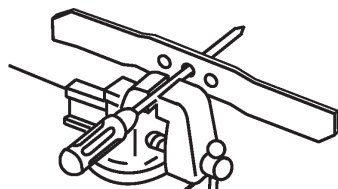

Abbildung 25
- Die Balance des Schnittmessers überprüfen, indem das mittlere Loch des Messers über einen senkrecht in einem Schraubstock eingespannten Nagel oder Schraubendreher gesteckt wird (Abb. 25).